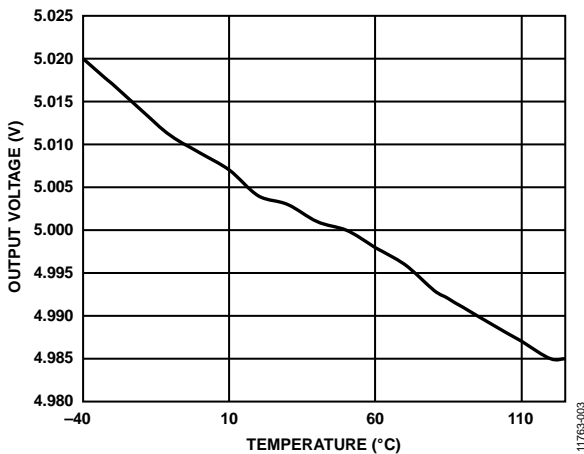

図 3. フライバック回路の出力電圧の温度特性
-40°C~+125°Cの温度範囲での出力電圧を図3に示します。この範囲での総合出力電圧誤差は±20mV（±0.4%）未満です。